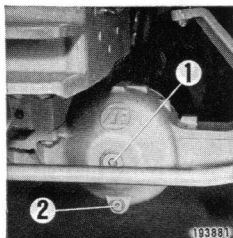

Fig. 85
Le forage ① du différentiel permet de faire le garnissage et de vérifier le niveau d'huile qui doit toujours atteindre le bas du taraudage (Fig. 85).